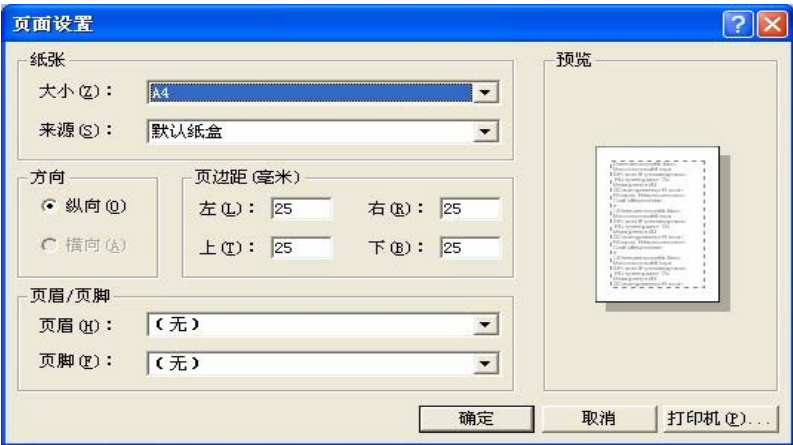

图 8-10
- 4、当系统处于运行状态时，单击此按钮，弹出“页面设置”对话框，如图 8-10 所示：